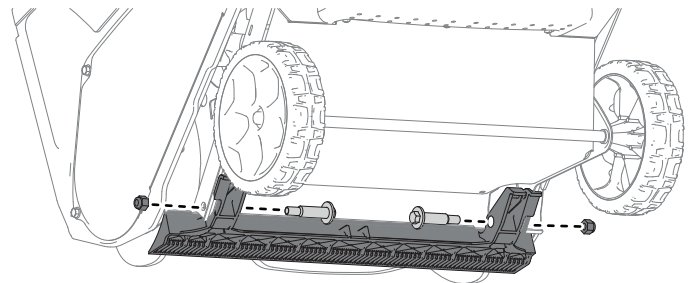

Figura 2
5. Fije el rascador nuevo a la máquina con los 2 pernos de cuello largo y las 2 contratuercas que ha conservado (Figura 2).